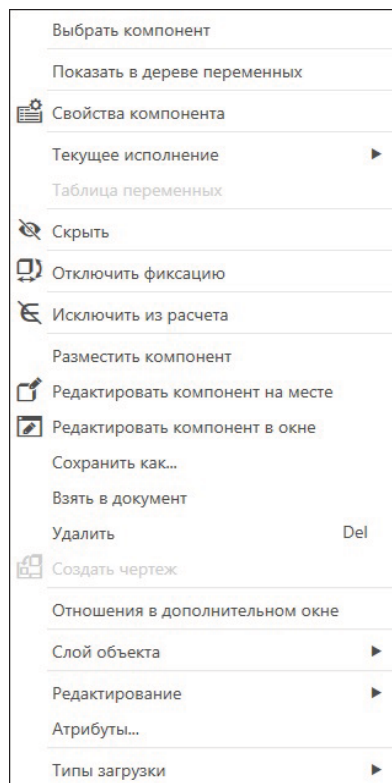

Рис. 25.19. Контекстное меню компонента
- ♦ В **Дереве** модели в разделе **Компоненты** появился компонент РЕД.000.007 **Ось редуктора**, который вставлен в текущий документ. Это базовый компонент сборки. В **Дереве** модели щелкните по знаку  перед разделом **Компоненты** — раскроется состав сборки. В данном случае появился новый элемент **Ось редуктора** с пиктограммой **Деталь**. Перед пиктограммой стоит знак  и знак фиксации . Нажав на знак , вы можете раскрыть историю построения модели. Знак  после пиктограммы означает, что данный компонент зафиксирован. Он первый в сборке и зафиксирован в начале координат. Компонент нельзя переместить в системе координат сборки. Для вставки в другом месте компонент необходимо удалить и повторить его вставку. Будем считать, что первый (базовый) компонент вставлен. Для удаления компонента выделите его ПК и вызовите из контекстного меню команду **Удалить** (рис. 25.19). Появляется диалоговое окно **УДАЛИТЬ ОБЪЕКТЫ**. Далее нажмите кнопку **ОК**. Данный компонент будет удален;